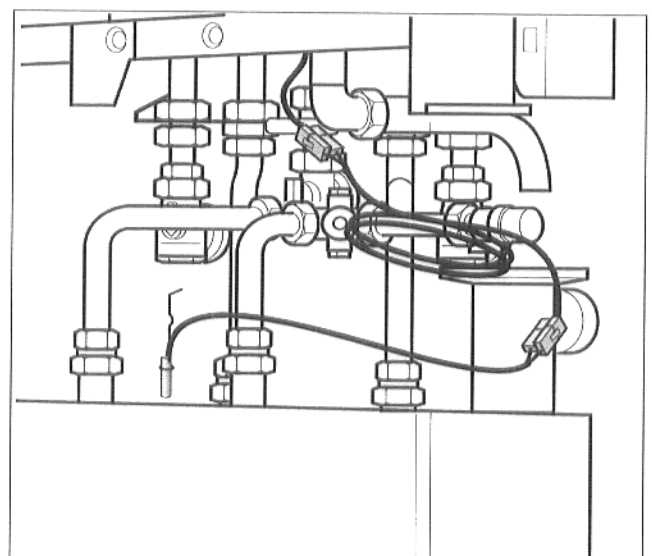

Abb. 12 Brauchwassertemperaturfühler
- Verlängerungsleitung (3 m) an den freien Anschlußstecker im Kessel einstecken und mit der Brauchwassertemperaturfühlerleitung verbinden (Abb. 12).